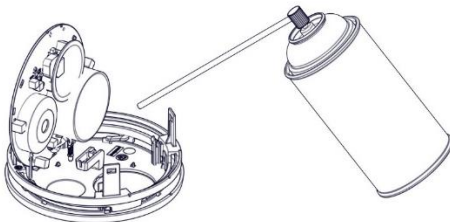

Figura 16
5. Use um espanador de ar comprimido para limpar resíduos, poeira e sujeira que se acumulam principalmente ao redor da câmara de fumo (*ver Figura 16*).